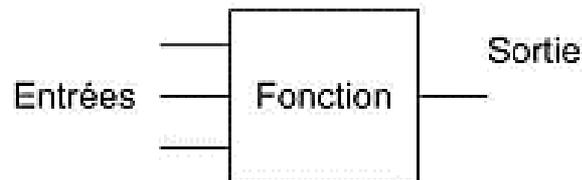

Figure 14 - Bloc fonctionnel
- Un *diagramme de schémas fonctionnels* (FBD, *Function Block Diagram*) est utilisé pour les programmes d'API décrits sous forme de blocs graphiques. Il s'agit d'un langage graphique pour représenter les signaux et les données passant au travers de blocs, qui sont des éléments logiciels réutilisables. Un *bloc fonctionnel* est une instruction du programme qui, lorsqu'elle est exécutée, produit une ou plusieurs valeurs de sortie. La Figure 14 montre la représentation d'un bloc. Le nom de la fonction est écrit dans la boîte.